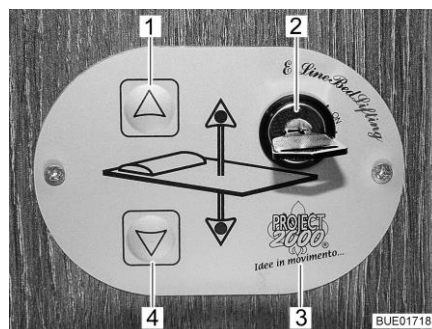
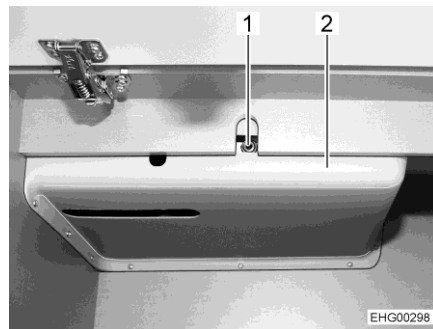

Bild 100 Kontrollenhet
Bild 101 Åtkomst till drivenheten
Med knapparna (Bild 100,1 och 4) på kontrollenheten (Bild 100,3) sänks och lyfts den höjbara sängen. Med nyckelbrytaren (Bild 100,2) säkras kontrollenheten mot obehörig användning.
- Vrid nyckeln i nyckelbrytaren (Bild 100,2) 90° medurs. Kontrollenheten (Bild 100,3) är aktiverad.
- Tryck på pilknappen (Bild 100,4) och håll den så länge intryckt till den höjbara sängen sänks ned till önskad position.
- Tryck på pilknappen (Bild 100,1) och håll den så länge intryckt till den höjbara sängen lyfts fram till gränsställningen.
Om den höjbara sängen inte längre kan flyttas med pilknapparna (Bild 100,1 och 4) kontrollera först säkringen bakom panelen (Bild 101,2) (se avsnitt 9.10). Om säkringen är OK och den höjbara sängen ändå inte kan röras, manövrera den höjbara sängen manuellt.
- Stick den medföljande veven eller insexnyckeln i hållaren vid motorn (Bild 101,1).